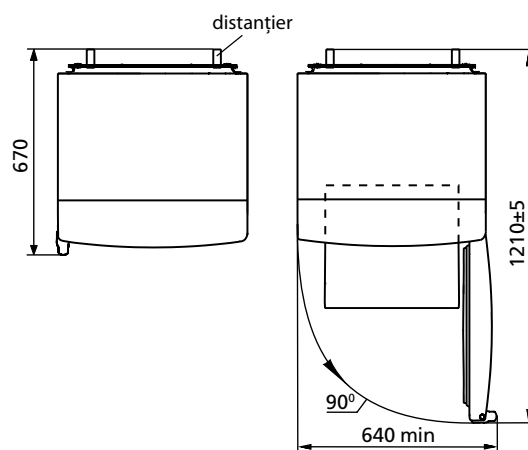

Figura 2 – Frigider (vedere de sus)
1.4 Spațiul total necesar pentru funcționarea frigiderului se determină de dimensiunile de gabarit, indicate în milimetri în figura 2. Pentru extragerea liberă a pieselor de completare din frigider este necesar de deschis ușa la unghiul nu mai mic de 90°.